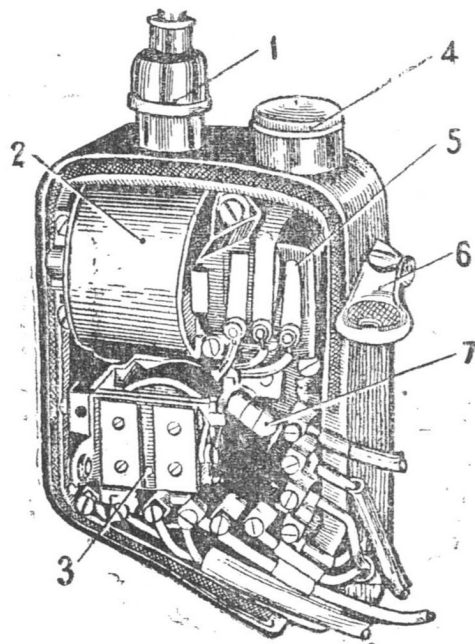

Рис. 31.
**Реле-регулятор.** (См. рис. 31 и 32). Реле-регулятор,—это комбинированный прибор, выполняющий работу регулятора напряжения и реле обратного тока. Назначение регулятора напряжения—автоматически поддерживать постоянное напряжение генератора на его рабочих оборотах. Назначение реле—автоматически включать генератор в общую сеть при достижении напряжения на щетках, превышающее напряжение аккумулятора и отключать генератор от сети, когда его напряжение будет меньше, чем напряжение аккумулятора.